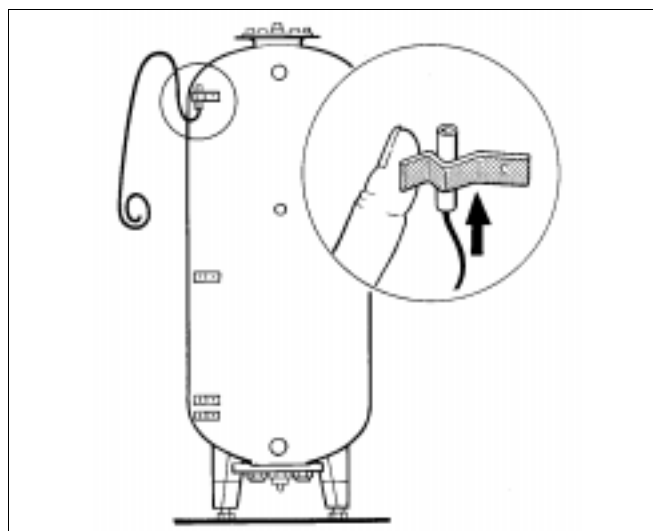

Рис. 5 Принципиальная схема
Накладные датчики располагают на поверхности бойлера (рис. 5).
- Датчик вставить в держатель таким образом, чтобы его поверхность плотно прилегала к наружной обшивке бойлера (рис. 5).